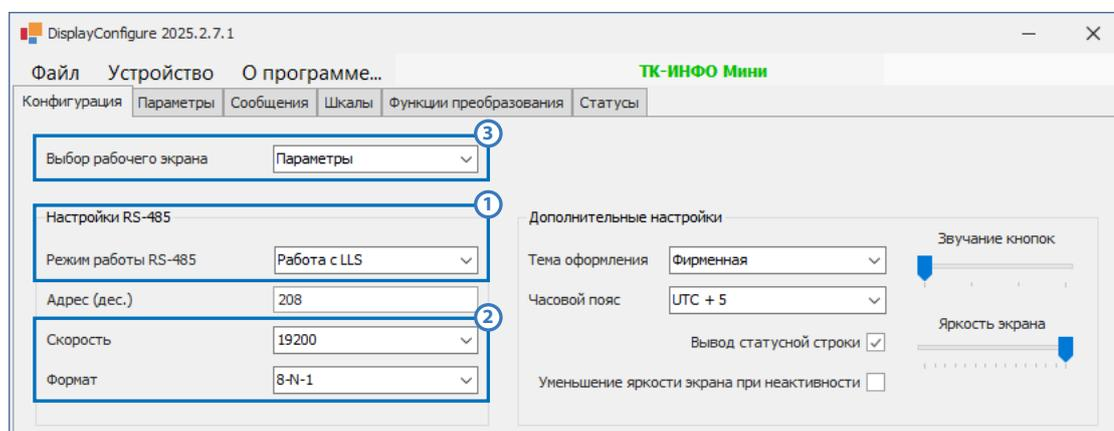

Рис.15. Настройка работы с датчиками LLS
2. В разделе «Настройки RS-485» выбрать режим «Работа с LLS» (**Рис.15, п.1**), установить значения параметров «Скорость» и «Формат» в соответствии с настройками датчиков LLS (**Рис.15, п.2**).
3. Чтобы на экране устройства выводились показания датчиков LLS, в поле «Выбор рабочего экрана» выбрать режим «Параметры» (**Рис.15, п.3**).